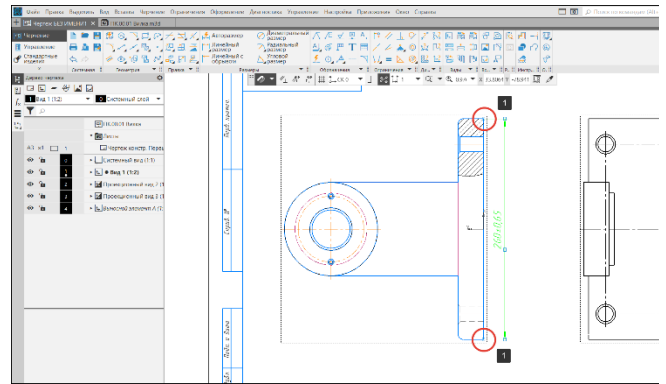

Рисунок 235 – Реперные точки простого линейного размера
- В панели Размеры выберем команду Авторазмер (2);
- Разместим размерную линию на графическом поле чертежа (5);
Стоит отметить, что данный размер не привязан к виду модели, т. е. при выделении размера, в вершинах, от которых мы начинали строить размер будут отображаться реперные точки (1) (Рисунок 235)